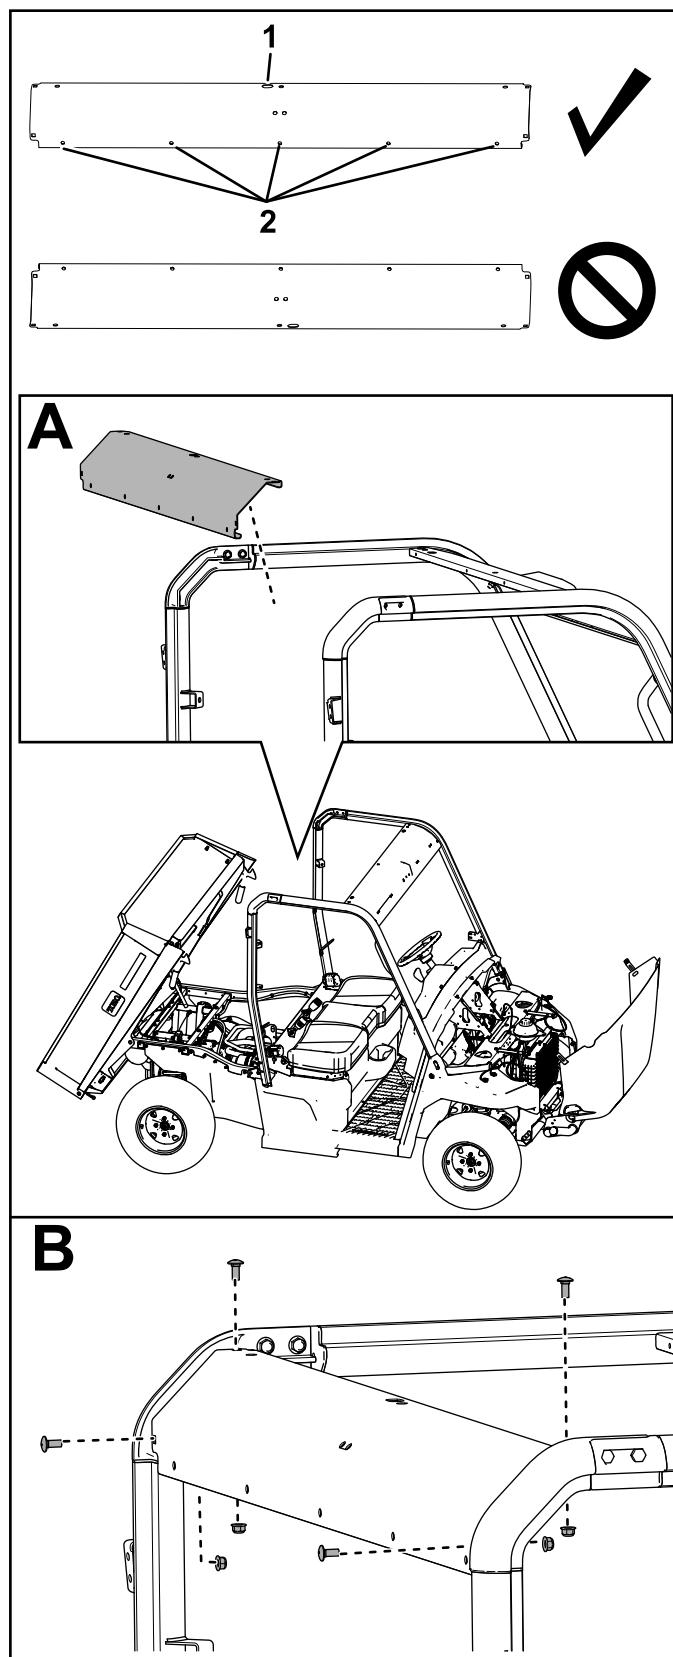

Figura 17
12. Fije el enlace transversal trasero a los conjuntos de barras antivuelco traseras con 4 pernos de cuello cuadrado (5/16" x 3/4") y 4 contratueras (5/16"), tal y como se muestra en la Figura 17.
Asegúrese de colocar el enlace transversal tal y como se muestra en la Figura 17.